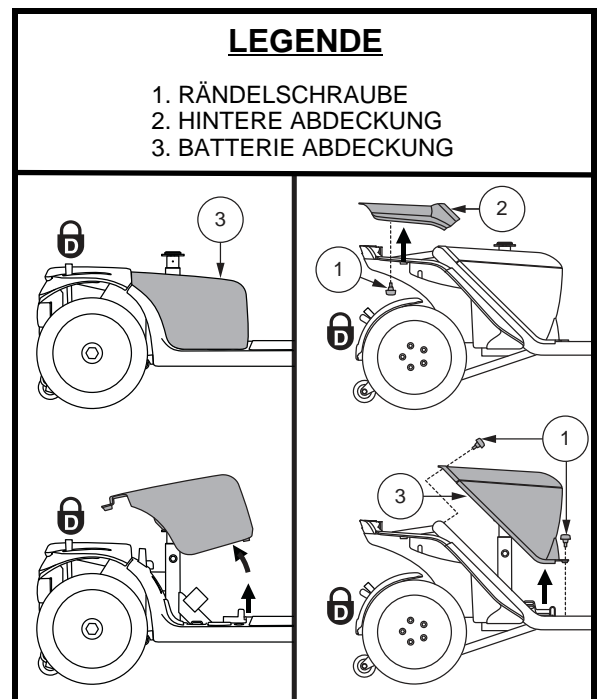

Abb. 13. Entfernung/Ersetzung der Abdeckung
1. Entfernen Sie den Sitz und die hintere Abdeckung. **Siehe Abb. 13.**
- a.) Für modellen 614 und 714, entfernen Sie die Batterie Abdeckung indem Sie die zwei (2) Rändelschrauben, die es am Scooter Rahmen befestigen, abschrauben und die Abdeckung hoch und vom Scooter heben. **Siehe Abb. 13.**
- b.) Für modellen 614 und 714, entfernen Sie die Batterie Abdeckung indem Sie die vier (4) Rändelschrauben, die es am Scooter Rahmen befestigen, abschrauben und die Abdeckung hoch und vom Scooter heben. **Siehe Abb. 13.**